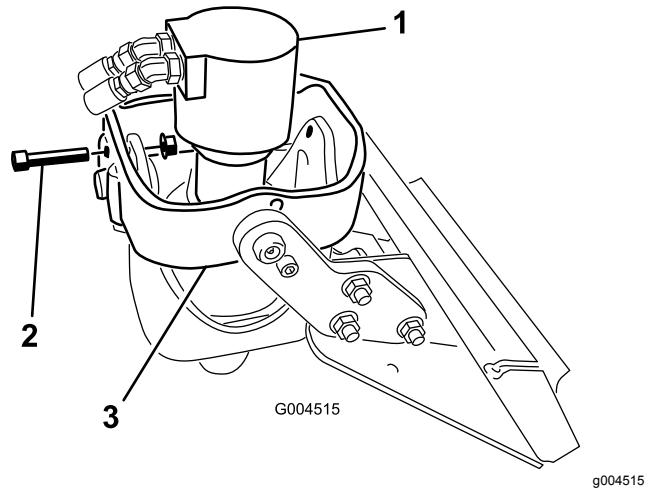

Рисунок 4
2. При установке шнека на приводную головку Модели 22806 выключите двигатель и извлеките ключ из замка зажигания. Расположите приводную головку вертикально, вставьте болт ($\frac{1}{2}$ x $2\frac{1}{2}$ дюйма) в отверстия передних рычагов люльки и слегка зафиксируйте его фланцевой гайкой ($\frac{1}{2}$ дюйма), как показано на рис. Рисунок 4.